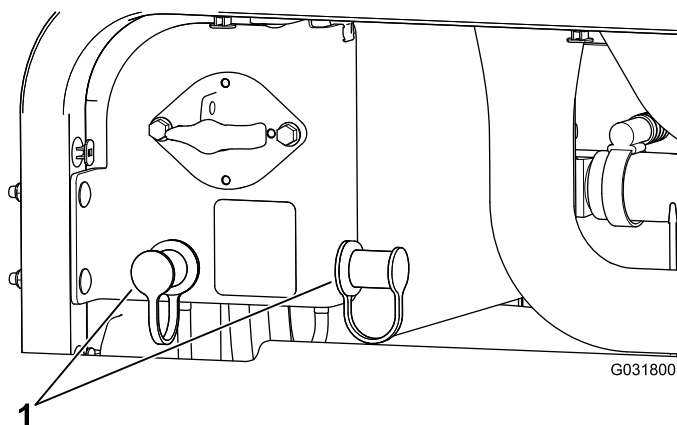

Figure 97
3. Retirez les capuchons des bornes positives de la batterie déchargée (Figure 97)